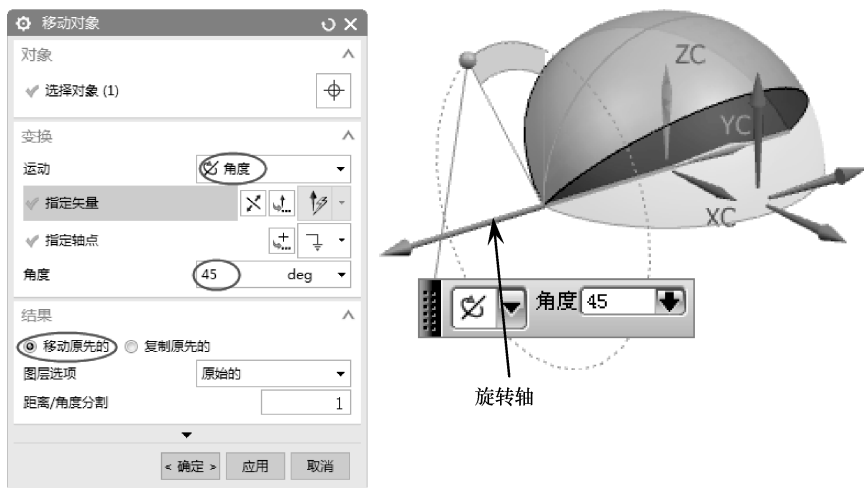

图 4-58 旋转移动
- 04 旋转移动。在菜单栏中执行【编辑】|【移动对象】命令，选取要移动的对象，单击【确定】按钮后弹出【移动对象】对话框，设置运动变换类型为【角度】，指定旋转矢量和轴点，输入旋转角度和副本数，单击【确定】按钮完成移动，结果如图4-58所示。